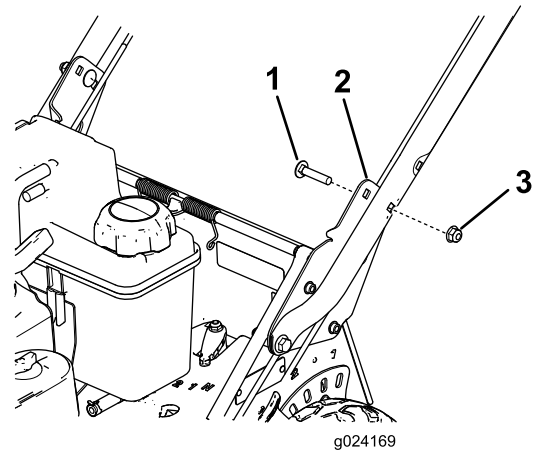

Figure 5
- Fixez le guidon sur ses supports à la hauteur qui convient au moyen de 2 boulons de carrosserie (5/16 x 1½ po) et 2 écrous à embase (5/16 po), comme montré à la Figure 5.